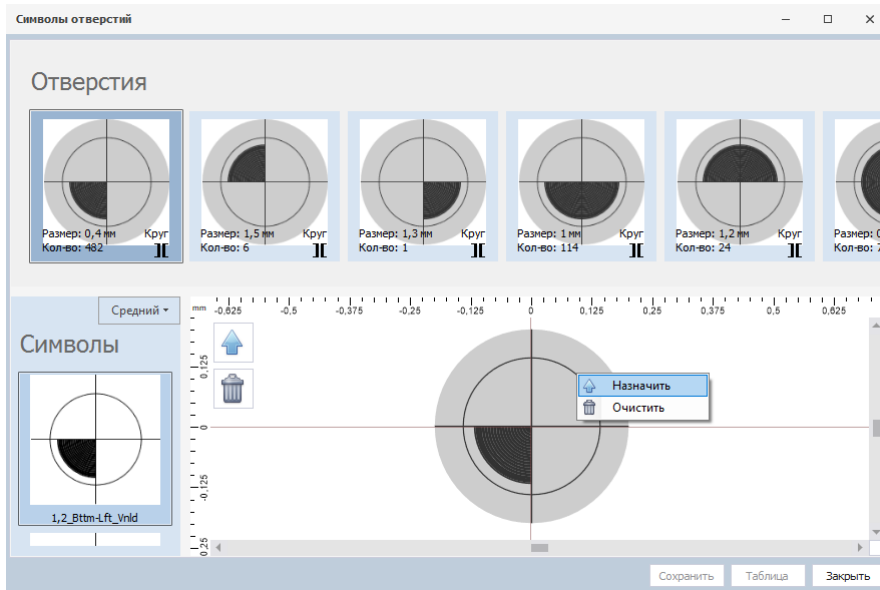

Рис. 77 Назначение символов отверстиям
2. В открывшемся окне назначьте символы отверстиям, см. Рис. 77.